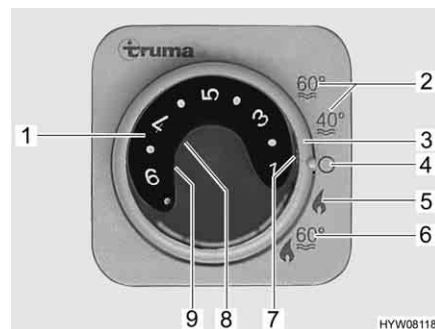

Fig. 162 Unité de commande pour chauffage/chauffe-eau
- Régler le mode de fonctionnement à l'aide de l'interrupteur tournant (Fig. 162,3).
Le chauffage règle le degré d'allumage automatiquement en fonction de la température ambiante requise. Une fois que la température ambiante désirée est atteinte, le brûleur s'éteint. En mode "Chauffage et chauffe-eau" (Fig. 162,6) l'eau est également chauffée dans le chauffe-eau. Il est possible de faire fonctionner le chauffage en mode "Chauffage sans chauffe-eau" (Fig. 162,5) et le chauffe-eau vide.
- Régler le bouton tournant de température (Fig. 162,1) de l'unité de commande sur la température de chauffage désirée.
- Régler l'interrupteur tournant (Fig. 162,3) en régime hiver "Chauffage sans chauffe-eau" (Fig. 162,5) ou en régime hiver "Chauffage et chauffe-eau" (Fig. 162,6).
Le voyant de contrôle vert (Fig. 162,7) s'allume.
- Régler l'interrupteur tournant (Fig. 162,3) sur "O" (Fig. 162,4).
La combinaison régime au gaz et régime électrique 230 V permet de raccourcir la période de chauffage du véhicule (uniquement possible lorsque le chauffage sur l'unité de commande (Fig. 162) est réglé sur régime hiver).